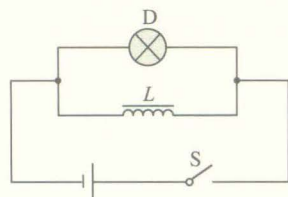

图 1-6-2 断电时的自感
2. 如图 1-6-2 电路所示,把灯泡 D 和带铁芯的线圈 L 并联在直流电路中,接通电路.待灯泡 D 正常发光后,断开电路,观察灯泡 D 亮度的变化.
在图 1-6-2 中电路断开的瞬间,通过线圈的电流突然减弱,穿过线圈的磁通量迅速减少,因而在线圈中产生较大的感应电动势.尽管这时电路已经断开,但线圈 L 和灯泡 D 组成闭合电路,在这个电路中仍有电流存在,所以灯泡在